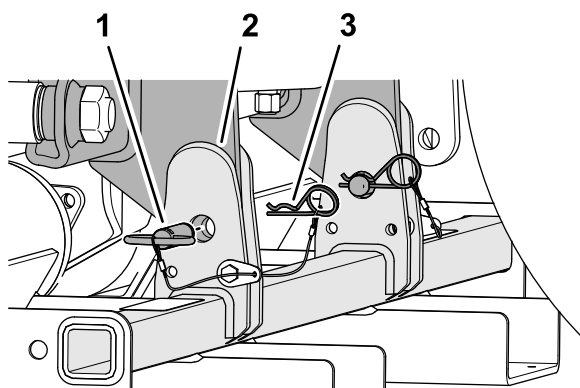

Figura 46
3. Fixe o suporte de armazenamento à máquina com os dois pinos do suporte de armazenamento e os dois contrapinos (Figura 46).